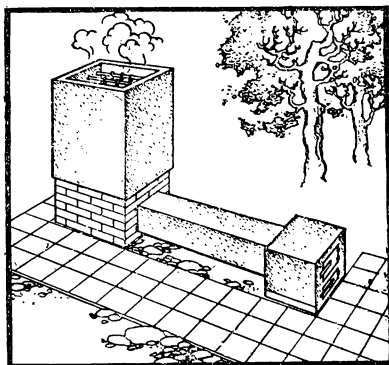

Рис. 34. Литовская коптильня
**Литовская коптильня с кирпичными топкой и дымоходом.** Для нее в земле вырывают приямок для топки. Дымоход выкладывают наклонный, сверху закрывают старой жестью и засыпают землей. В конце дымохода ставят бочку или ящик (100×80×60 см) без дна. Крышка съемная, чтобы можно было развесить на крючках продукты и накрыть их мокрой мешковиной. Делают топку с дымоходом и наземную (рис. 34).